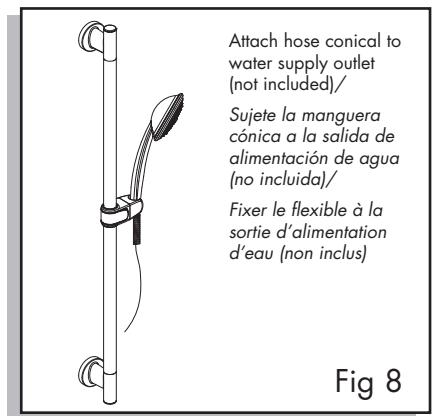

Fig 8
8. Attach one hose conical to water supply outlet (not included) and the other conical to handshower (Fig 8).
- Sujete un extremo de la manguera cónica a la salida de alimentación de agua (no incluida) y el otro extremo de la manguera cónica a la ducha de mano (fig. 8).
8. Fixer le raccord du flexible à la sortie d'alimentation d'eau (non inclus) et l'autre extrémité du flexible à la douche à main (fig. 8).